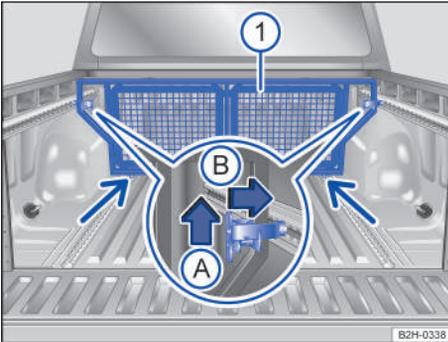

Fig. 128 En la superficie de carga: montar el elemento divisorio.
1. Coloque el elemento divisorio → fig. 128 ① en la posición de montaje deseada con cuidado → ⚠.
3. Coloque el elemento divisorio en los rieles de amarre inferiores → fig. 128 (flechas finas).
5. A ambos lados, tire hacia arriba de la palanca de bloqueo → fig. 128 (flecha (A)) y presiónela hacia fuera hasta el tope (flecha (B)).